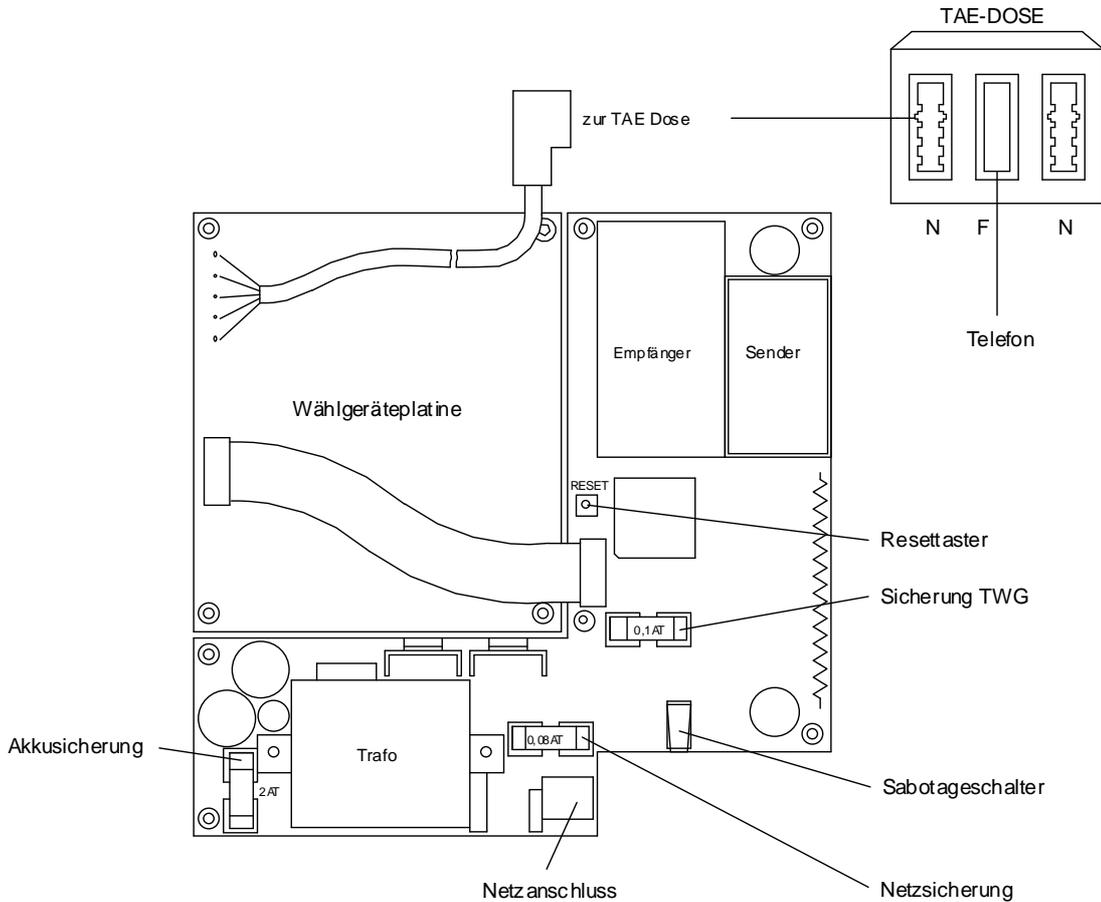

Bild 44: Anschlussplatine Funk-Telefonwählgerät AWUG
5. Stecken Sie das Verbindungskabel zur TAE-Dose in den linken Anschluss „N“ (siehe Bild 44).